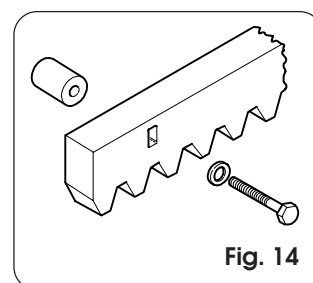

Fig. 14
4.8.2. Stalen tandheugel - vastschroeven (fig. 14)